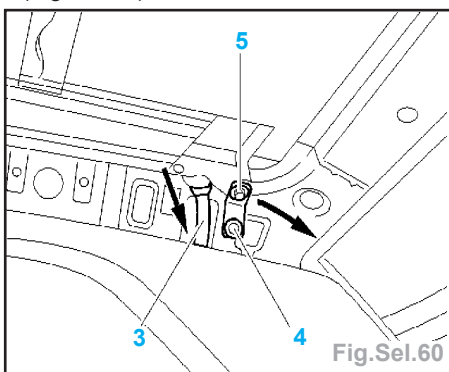

Fig.Sel.60
- Déposer les fixations (2).
- Dégrafer les tuyauteries AV et AR (3) (Fig.Sel.60).